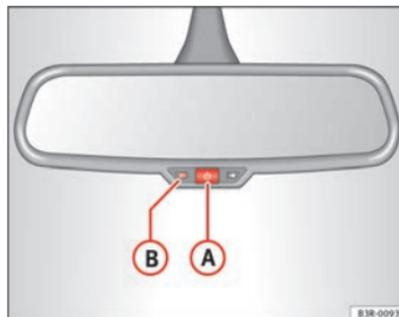

Abb. 104 Abblendbarer Innenspiegel: Kontrollleuchte und Ein-/Ausschalt-Taste
- Drücken Sie die Taste **(A)** ⇒ Seite 136, Abb. 104. Die Kontrollleuchte **(B)** erlischt.
- Drücken Sie die Taste **(A)** ⇒ Seite 136, Abb. 104. Die Kontrollleuchte **(B)** leuchtet.